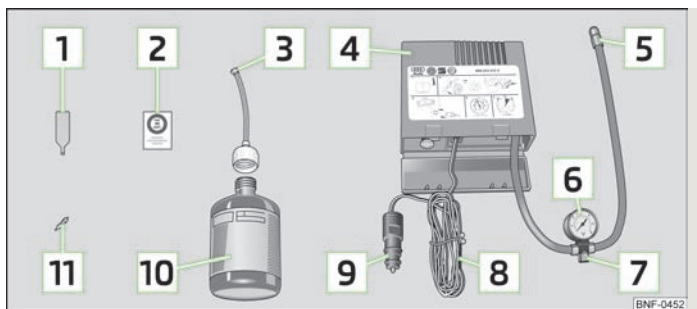

Fig. 113 Componenti del kit per la riparazione degli pneumatici
- Incollare l'adesivo **2** » fig. 113 sulla plancia, nel campo visivo del conducente.
- Agitare vigorosamente la bombola di riempimento del pneumatico **10** » fig. 113.
- Avvitare saldamente sulla valvola il tubo flessibile di gonfiaggio del pneumatico **5** » fig. 113 del compressore.